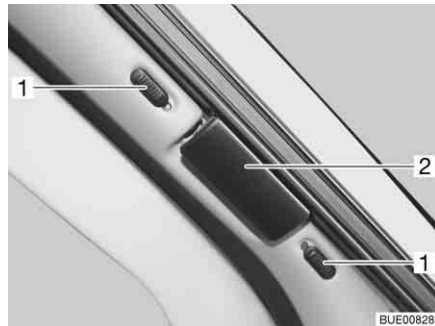
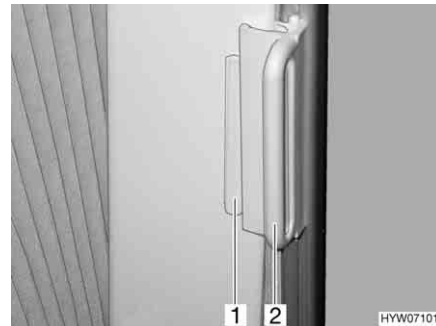

Fig. 65 Tendina oscurante pieghevole per il parabrezza
Fig. 66 Tendine oscuranti pieghevoli per il finestrino del guidatore e del passeggero
- Spingere verso l'alto o verso il basso i bottoni di bloccaggio della tendina oscurante pieghevole per il parabrezza (Fig. 65,1). Quando il punto rosso è visibile, il bloccaggio è aperto.
- Afferrare l'impugnatura (Fig. 65,2 e Fig. 66,2) delle tendine oscuranti pieghevoli e chiudere tirando con prudenza finché il fermo magnetico non blocca la tendina oscurante pieghevole.
- Spingere l'impugnatura della tendina oscurante pieghevole per il finestrino del guidatore e del passeggero (Fig. 66,2) sul sopralzo (Fig. 66,1). La tendina oscurante pieghevole è ora bloccata.